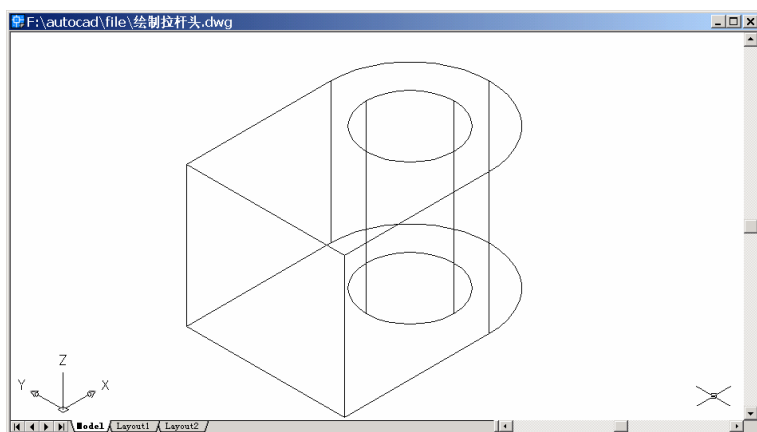

图 26.5 变换视图为西南视图
(7) 用 VIEW 命令变换视图为 Southwest Isometric (西南视图)，结果如图 26.5 所示。
(8) 用 SUBTRACT 命令生成圆孔